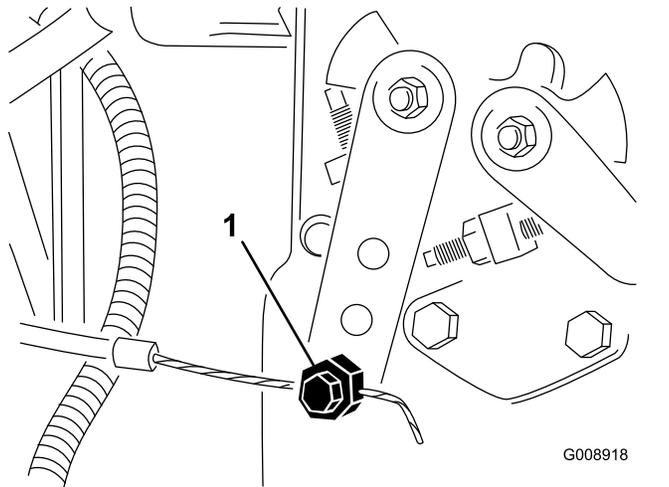

図 73
2. 噴射ポンプのレバーアーム 図 73の部分にあるスロットルケーブルのコネクタをゆるめる。